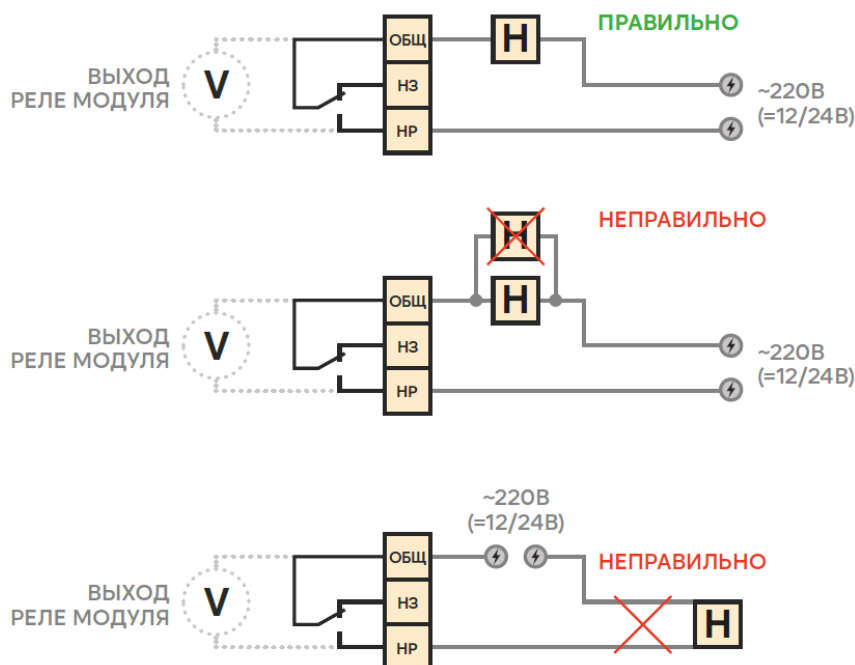

Рис.4. Особенности схемы подключения нормально-включенной нагрузки к КУПОЛ-Р4.
2.2.4. На рис.4 показаны наиболее часто встречающиеся ошибки подключения нормально-выключенной нагрузки к контактам модуля. На рисунке представлен также принцип контроля цепи управления, который условно может быть представлен как вольтметр, измеряющий напряжение между клеммами ОБЩ и НР.
3. **Извлечение платы из корпуса и удаление джамперов указанных на рис.4 производить при отключенном напряжении нагрузки.**
Как демонстрирует рис.4, модуль обеспечивает контроль исправности цепи только одной подключенной нагрузки – обрыв цепи второй нагрузки обнаружен не будет.
При этом для эффективного контроля исправности нагрузки и цепи управления рекомендуется устанавливать модуль вблизи нагрузки. При работе с удаленной нагрузкой, как показано на рис.4, короткое замыкание в проводах, питающих нагрузку, обнаружено не будет.